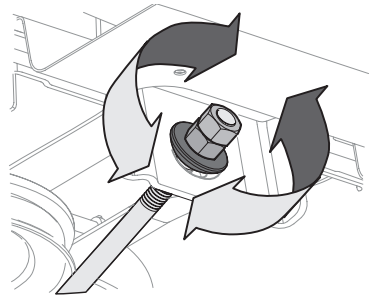

Figure 25
- Pour **relever** l'avant du plateau de coupe, desserrez l'écrou supérieur, puis serrez l'écrou inférieur (tournez vers la droite) (Figure 25). Après avoir effectué le réglage approprié, serrez l'écrou à un couple de 25 à 30 pi-lb (34 à 41 N-m).
- Pour **abaisser** l'avant du plateau de coupe, desserrez l'écrou supérieur, puis desserrez l'écrou inférieur (vers la gauche) (Figure 25). Une fois le réglage approprié effectué, serrez l'écrou supérieur.